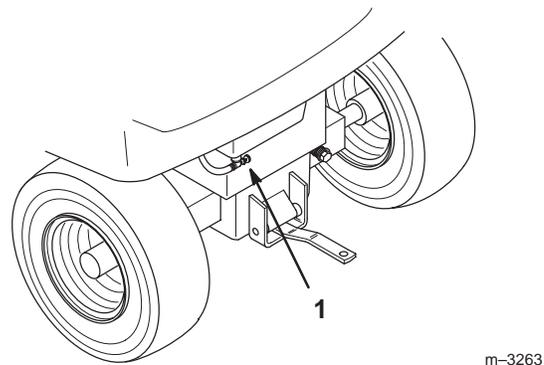

Bild 40
3. Schließen Sie den Kraftstoffhahn am Kraftstofftank (Bild 40 u. 41).
- Schließen Sie den Kraftstoffhahn am Kraftstofftank (Bild 40 u. 41).
- Öffnen Sie den Kraftstoffhahn am Kraftstofftank (Bild 40 u. 41).